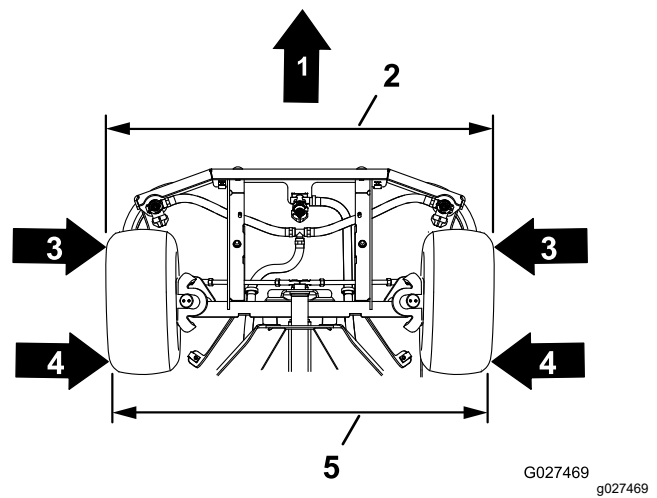

Figura 87
4. Mida la distancia entre las 2 caras delanteras de los neumáticos delanteros, como se muestra en la Figura 87.
5. Mida la distancia entre las 2 caras traseras de los neumáticos delanteros, como se muestra en la Figura 87.